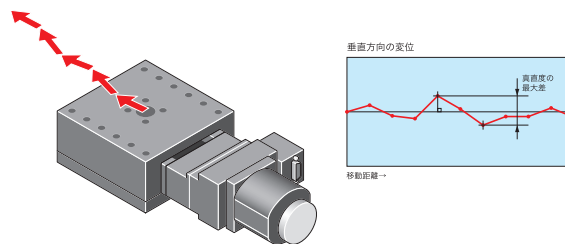

図3-8 真直度(垂直)
**3.8 真直度(垂直) [JIS B 6191-1993 準拠] [図3-8]**